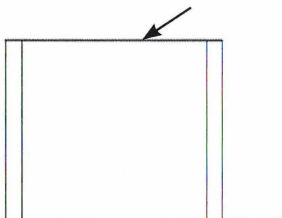

Fig. 05.17. Klik på overfladen på boksen.
- Klik på den øverste flade/kant på boksen (Fig. 05.17).